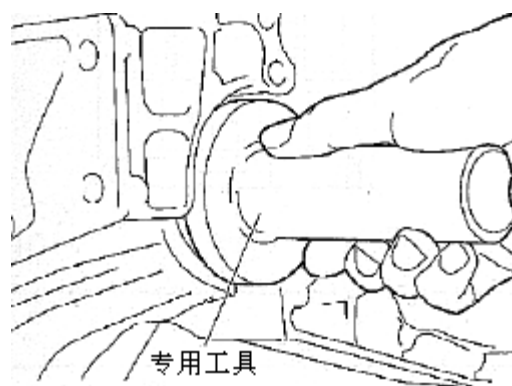

图 7-7
(1) 使用专用工具及手锤，安装新油封（在传动桥外壳上）（见图 7-7）。
(2) 在油封的凸缘涂上 MP 润滑脂。